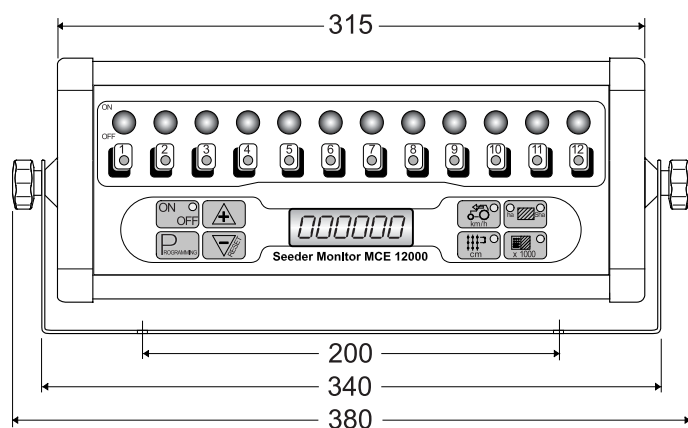

fig. 4
5.1 INSTALACIÓN DEL SISTEMA (Fig. 4)